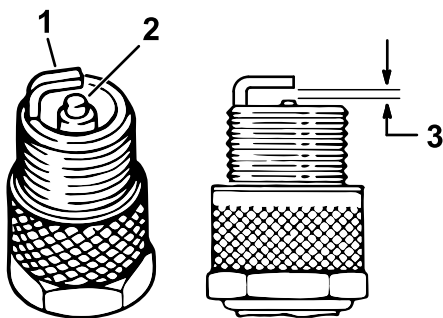

Рисунок 41
4. Проверьте состояние бокового электрода, выровняйте по центру электрод и выровняйте по центру изолятор электрода, чтобы избежать повреждений (**Рисунок 41**).
5. Установите воздушный зазор между центральным и боковым электродами на **1 мм для моделей с электронным впрыском топлива** или на **0,76 мм для моделей с карбюратором**, как показано на **Рисунок 41**.